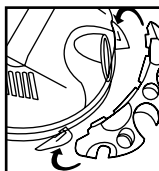

FIGURE 8
9. Placez-vous derrière l'appareil. Saisissez le porte-outils et positionnez-le avec les onglets face au dos de l'appareil. **FIGURE 8**.